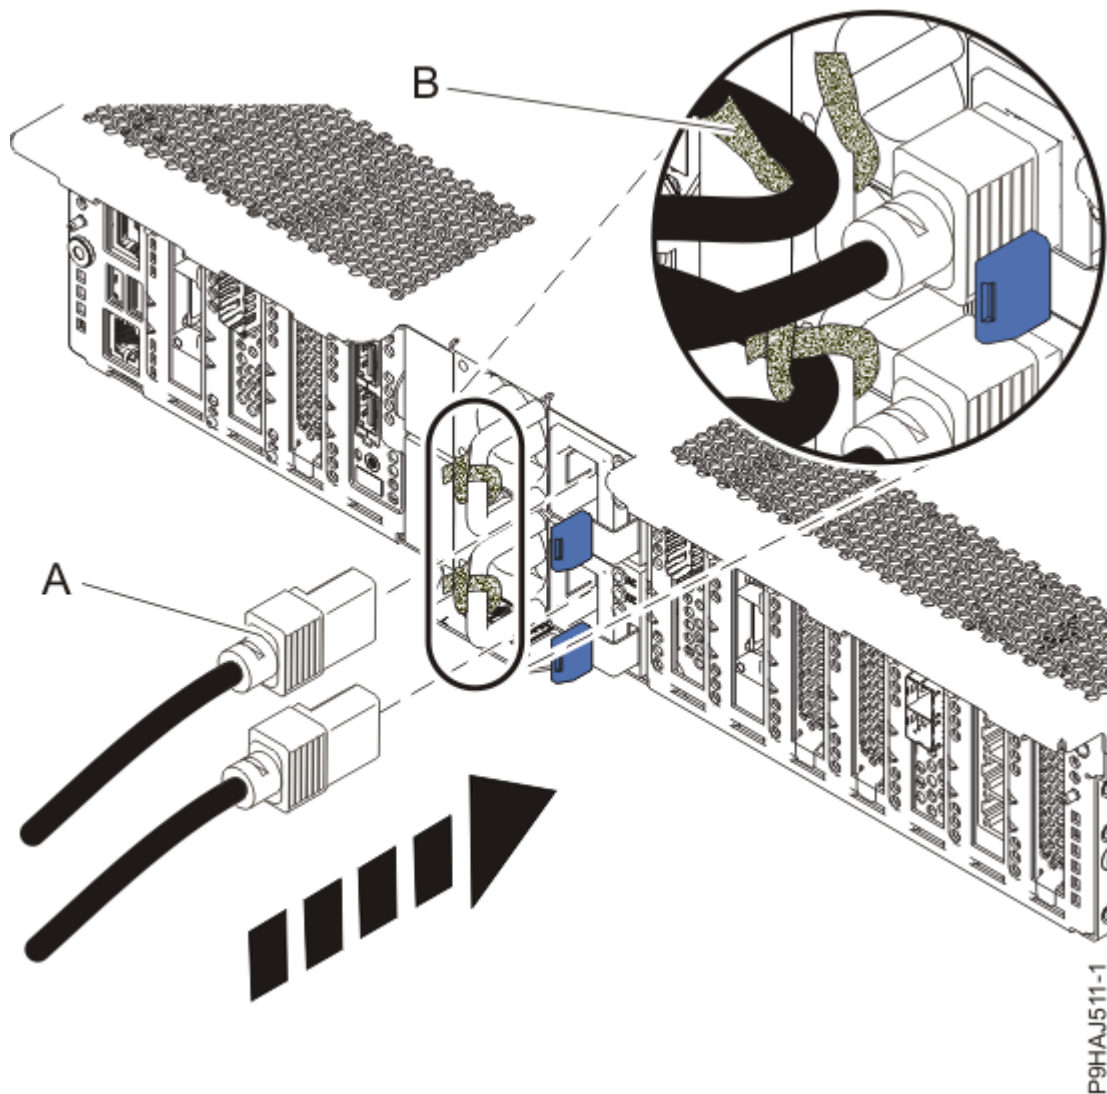

Figura 26. Conexión de los cables de alimentación
6. Mediante las etiquetas, vuelva a conectar los cables de alimentación **(A)** a la unidad del sistema. Sujete los cables de alimentación al sistema utilizando los mecanismos de sujeción **(B)** tal como se muestra en la Figura 26 en la página 35.